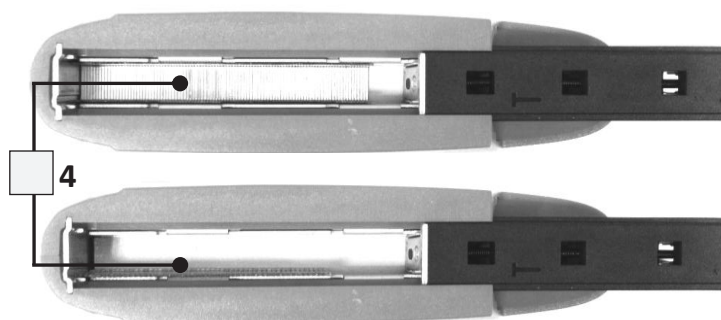

Рис. 2
4. Вставьте в обойму скобы или гвозди (Рис. 2).